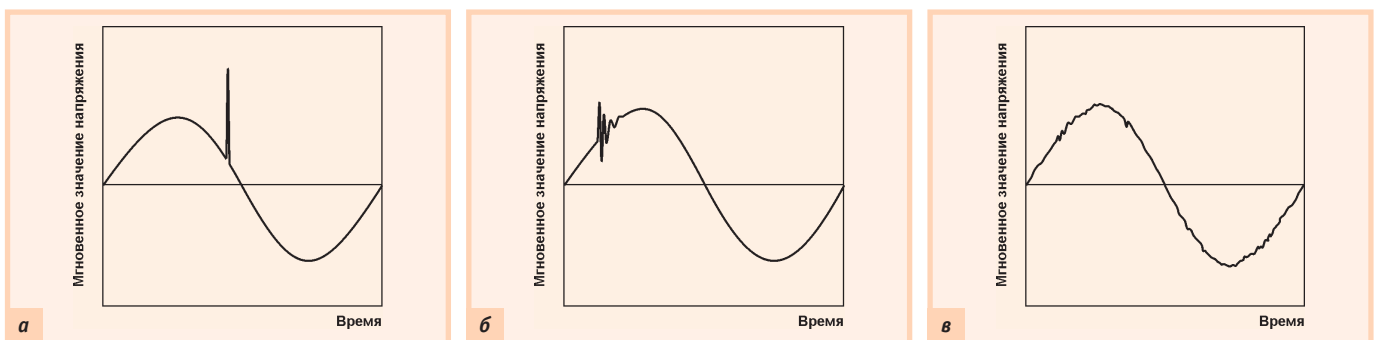

Рис. 10. Виды помех, проникающих из сети питания: а — от разряда молнии; б — при переключении индуктивной нагрузки; в — от радиостанций
- выбросы напряжения от разряда молнии (рис. 10 а);
- кратковременные затухающие колебания при переключении индуктивной нагрузки (рис. 10 б);
- высокочастотный шум (например, помеха от работающей радиостанции), наложенный на синусоиду 50 Гц (рис. 10 в);
В линиях электропередачи разряд молнии принимается на экранирующий провод, который отводит молнию в землю через заземлитель. Экранирующий провод протягивают над фазовыми проводами, однако на фазовых проводах наводится импульс эдс вследствие явления электромагнитной индукции. Этот импульс проходит на трансформаторную подстанцию, где ослабляется искровыми разрядниками. Остаточный импульс проходит в потребительскую линию (рис. 10 а) и через силовой трансформатор — в цепи заземления систем автоматизации (рис. 12).